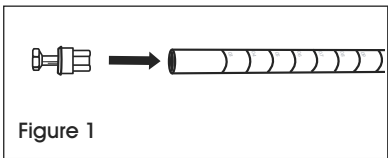

Figure 1
1. Make sure post is positioned as shown. (See Figure 1)
1. Assurez-vous que le montant est positionné comme illustré. (Voir Figure 1)